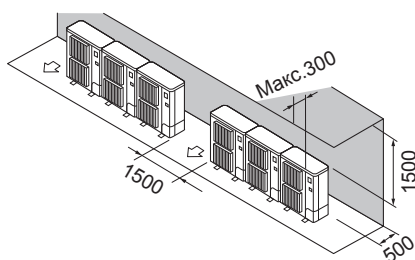

Fig. 2-10
- ② Перешкоди лише ззаду та зверху (Fig. 2-10)